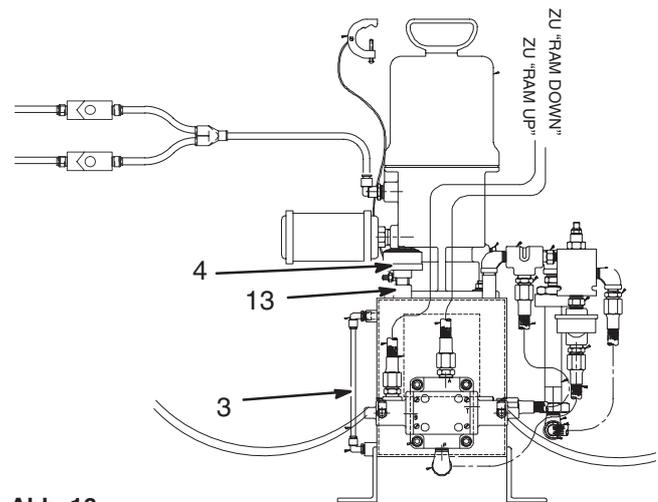

Abb. 16
Den Hydraulikflüssigkeitspegel überprüfen (Abb. 16). Hydraulikflüssigkeit nachfüllen, wenn der Pegel tiefer als 102 mm unterhalb des oberen Endes der Pegelanzeige (3) steht.
1. Das Belüftungsloch (4) aufschrauben.
2. Hydraulikflüssigkeit durch das Belüftungsloch (13) einfüllen.